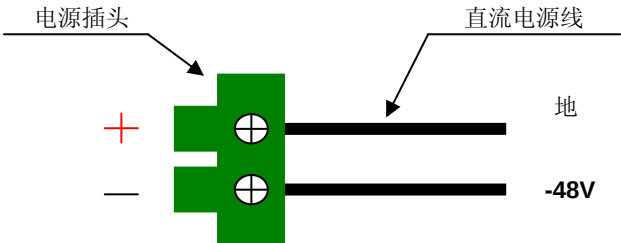

图 6-2: 电源插头接线示意图
- a) 建议采用工业电源+蓄电池浮充供电，电压波动应在工作条件范围内。用户提供-48V 直流电源时，使用备附件中的电源连接插头连接电源线。注意连接时按电源插头上标注的“+”和“-”接线，“+”表示接“地”，“-”表示接“-48”电源，不可接反（见图 6-2）。安装须保证牢固且无短路。